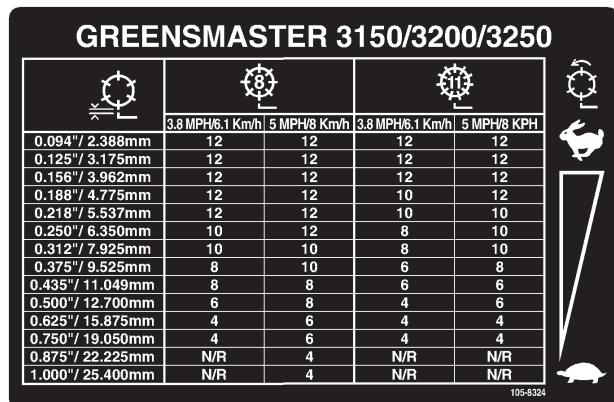

Figura 36
3. Usando el gráfico apropiado (ver figura 36) para unidades de corte de 8 u 11 cuchillas, determine el ajuste correcto para la velocidad de los molinetes.